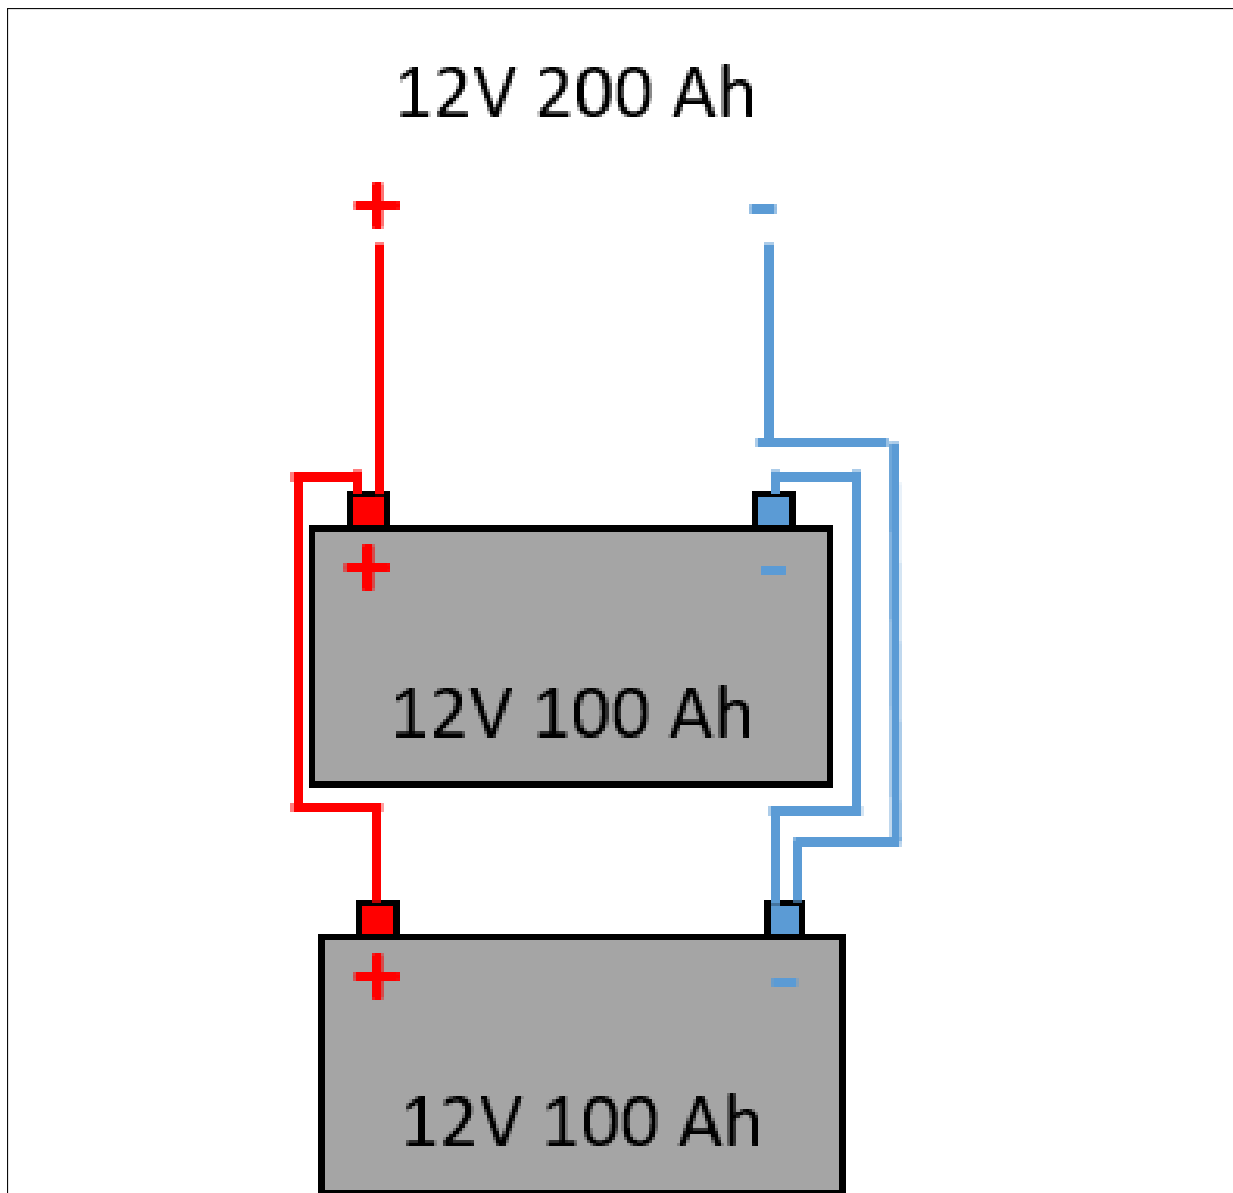

FIG. 4.2 : Association de batteries en parallèle
- Si des batteries identiques sont montées en en parallèle alors leurs capacités en Ah s'additionnent et la tension reste inchangée. La figure 4.2 en est un illustration.